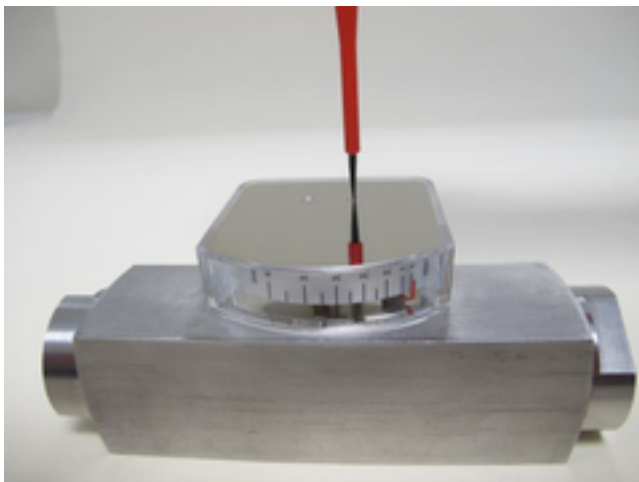

Abb. 70: Anzeigen-Deckplatte festziehen
- 25.** ▶ Befestigungsschrauben der Anzeige-Deckelplatte einschrauben und festziehen (Abb. 70), dabei Schrauben-Anziehdrehmoment (→ Kapitel 11.1 „Anziehdrehmomente“ auf Seite 97) beachten